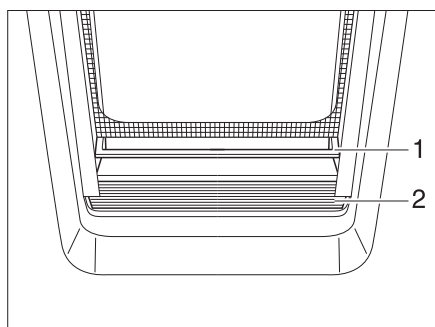

Fig. 26 Estor plegable
- Coger el estor plegable (Fig. 26,2) por el centro del listón tirador (Fig. 26,1), tirarlo de abajo hacia arriba y soltarlo en la altura deseada. El estor plegable se queda fijo en esta altura.